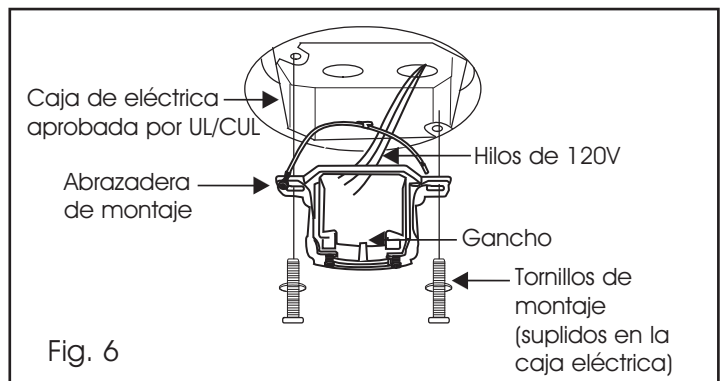

Fig. 6
Paso 3. Pase los hilos de 120 voltios a través del agujero central del soporte de suspensión del techo tal y como se muestra en la. (Fig. 6.)